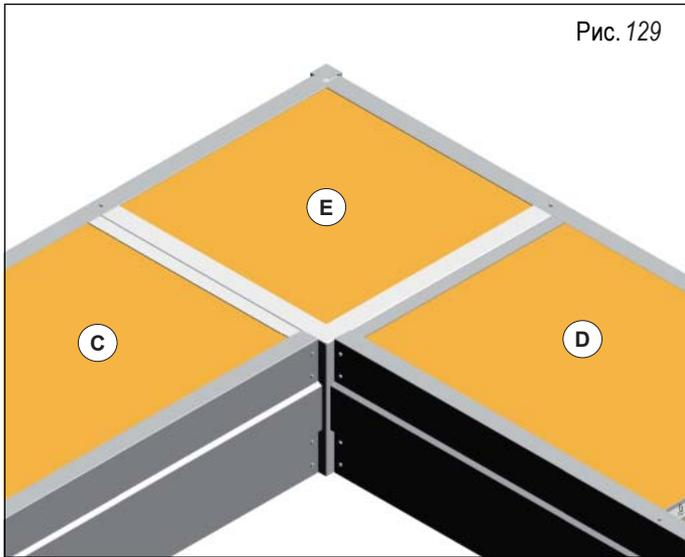
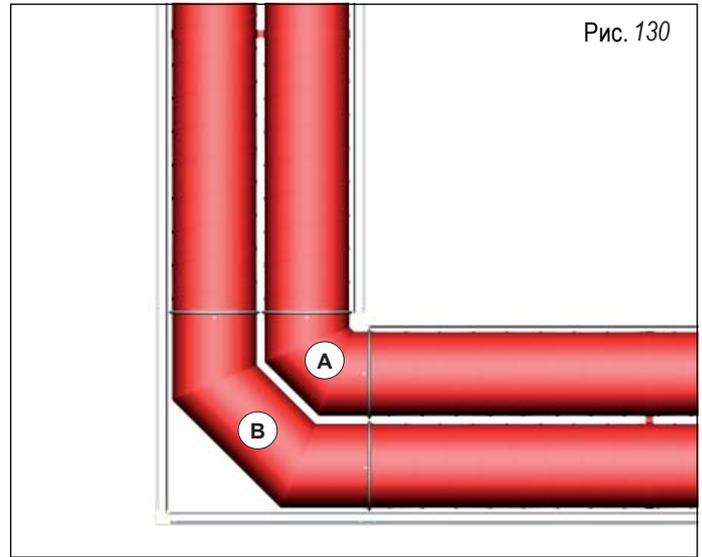

Рис. 129
Рис. 130
На рис. 129 (аксонометрический вид) показан модуль изгиба (E) по окончании монтажа, на рис. 130 показан модуль изгиба по окончании монтажа с видом снизу вверх.